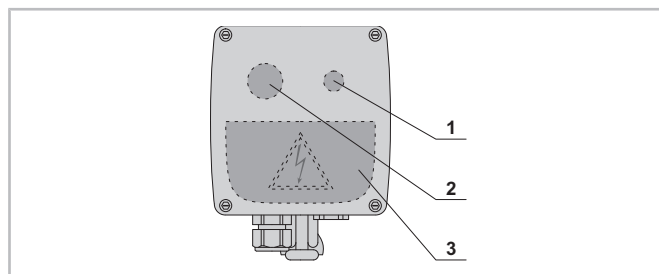

Abb. 6: Ölheizung für OA4188(A)-EX..OA25112(A)-EX, dunkelgraue Teile befinden sich unterhalb des Deckels
- Taster drücken (siehe Abbildung 6, Seite 9, Position 1).
- Sollwert am Stellrad auf 60°C einstellen (oder auf mindestens 20 K über maximaler Umgebungstemperatur). siehe Abbildung 6, Seite 9, Position 2.